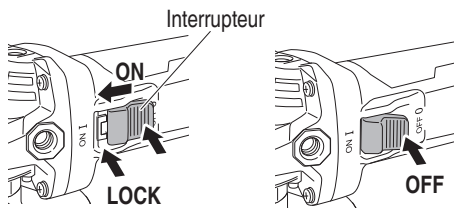

Fig. 3
- Mettre la meuleuse à disque sous tension. (Fig. 3)
Mettez la meuleuse à l'arrêt (Fig. 3)